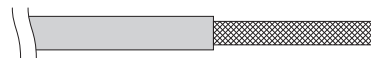

Fig. 4-9
- (1) Retirez l'isolant du câble sans endommager le blindage tressé. (Fig. 4-9)